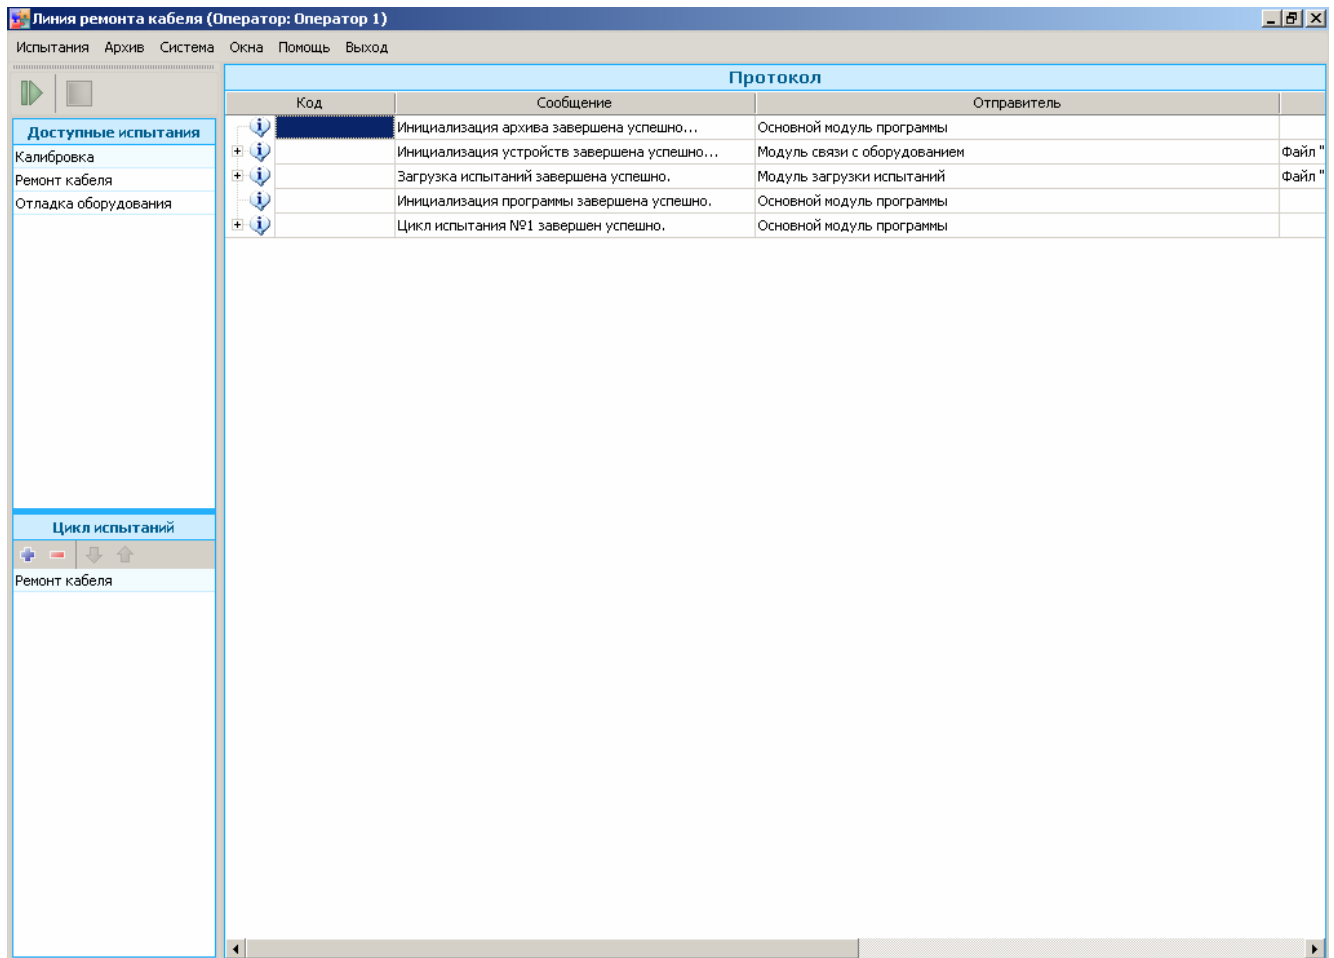

Рисунок 1.1.
1. Запустите программу «**Aquilon Test System**», после чего откроется основное окно (рис.1.1).